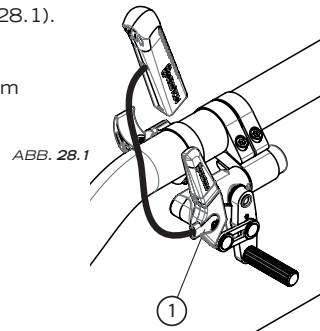

ABB. 28.1
- Lösen Sie Schraube (1) (ABB. 28.1).
- Richten Sie die Öse (2) an der Montagebohrung aus.
- Ziehen Sie Schraube (1) auf dem Verriegelungshebel fest.